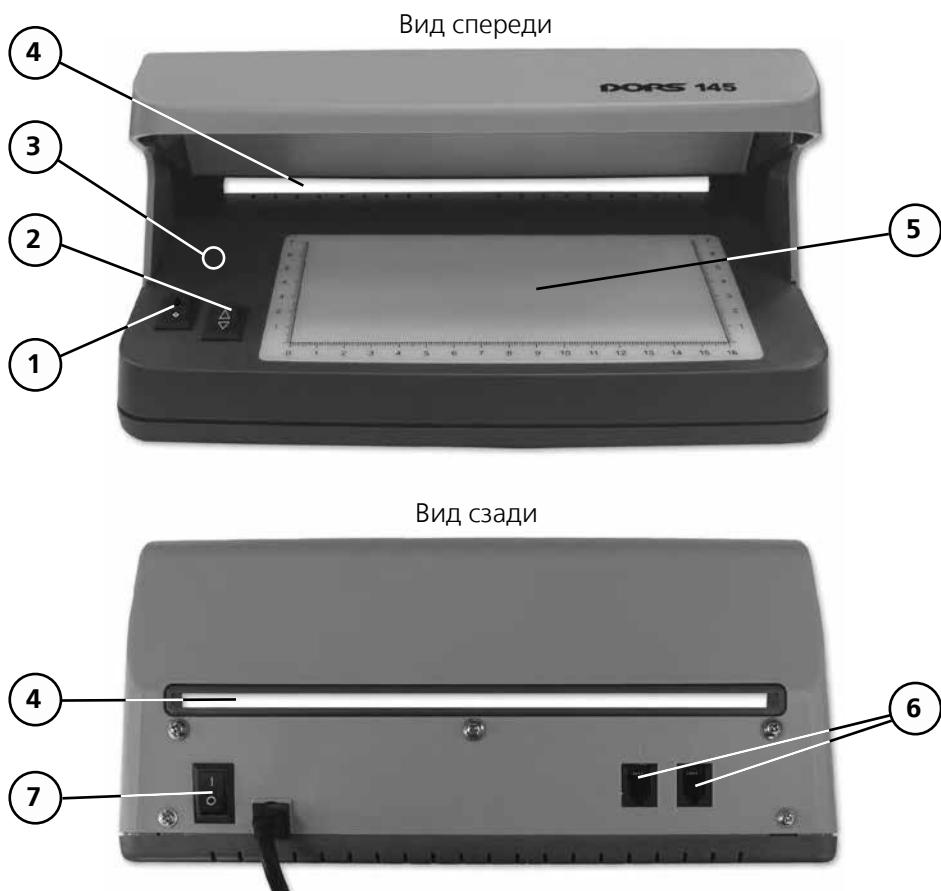
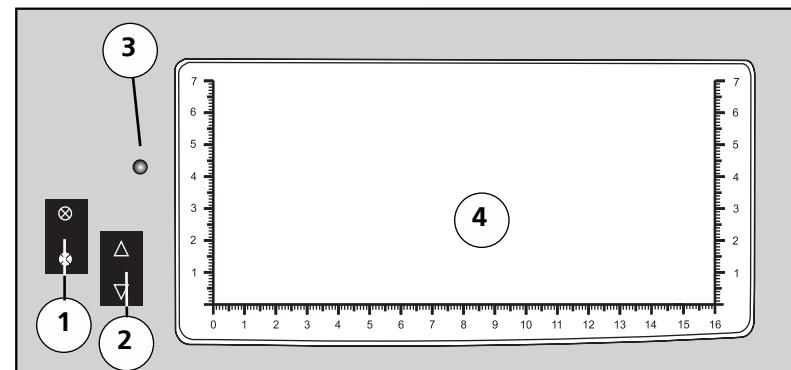

Рис. 1
Рис. 2
1. Подключите детектор к сети (220 В, 50 Гц). При этом начнёт светиться индикатор подключения к электрической сети (рис. 1, поз. 3). Включите детектор нажатием клавиши выключателя «Сеть» на задней панели (рис. 1, поз. 7) – просмотровая зона (рис. 2, поз. 4) осветится синим или белым светом, в зависимости от положения переключателя "УФ/белый свет".
2. Расположите одну или несколько банкнот на передней панели детектора в просмотровой зоне (рис. 2, поз. 4).
детектора (рис. 2, поз. 1) выберите необходимый режим работы:
При помощи переключателя (рис. 2, поз. 2) можно выбрать режим проверки в белом свете: